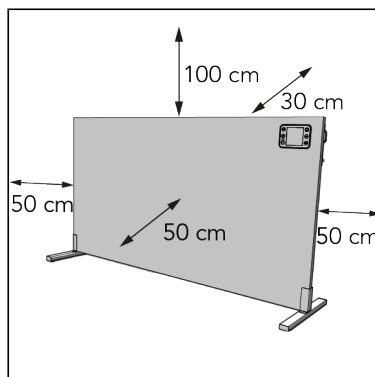

Figure 64.
7. Placez l'appareil en respectant un dégagement minimal (Figure 64) de :